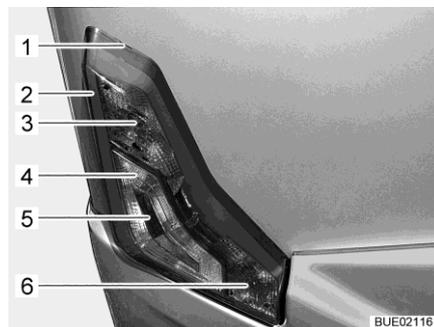

Fig. 216 Luces traseras
- Insertar una herramienta plana en la entalladura (Fig. 216,1) y desmontar la carcasa usando la herramienta con precaución como palanca.